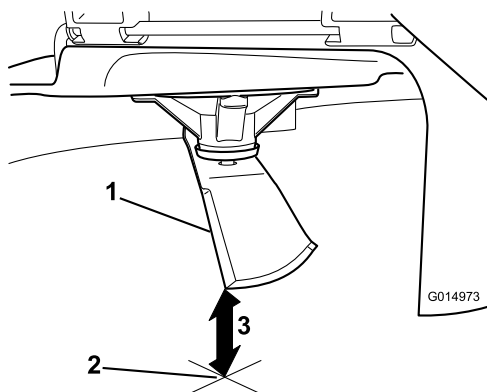

**Figura 97**
4. Gire la misma cuchilla 180 grados de manera que el otro extremo esté en la misma posición (Figura 97).